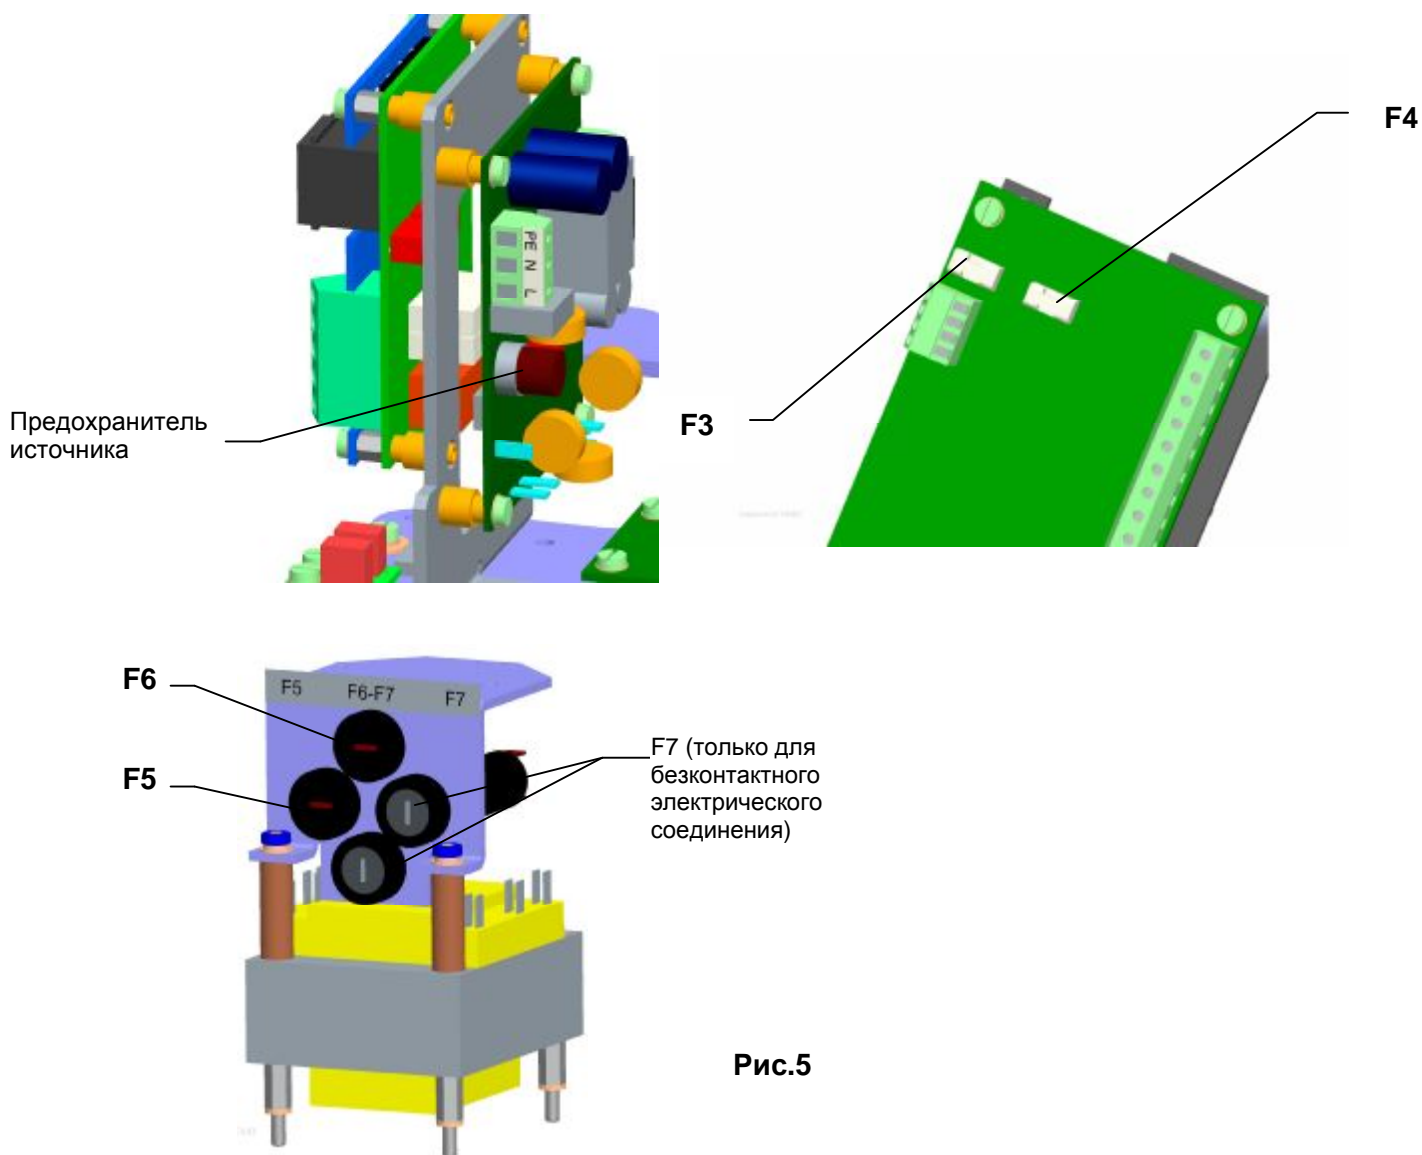

Рис.5
Доска источника ЭП оснащена предохранителями (F3 и F4) питающего источника. Установка предохранителя на доске источника указана на **Рис. 5**.
Изготовление со стойками. При помещении стоек в гнездо арматуры при помощи ключа ОК 22, насаженного на стойки (87) (рис.5а), следует стойки зафиксировать в верхней части гайкой (91) и шайбой (92).
Изготовление с фланцами – крепление при помощи болтов. ЭП с фланцем (88) (рис.5а) следует насадить на арматуру при помощи болтов и зафиксировать четырьмя гайками М12.
Изготовление с фланцами – крепление при помощи центральной гайки. ЭП с фланцем (88) (рис.5а), насадить на токопроводящую цилиндрическую часть арматуры и зафиксировать при помощи центральной гайки. Центральная гайка не является предметом поставки.
Для соединения тяги ЭП с тягой арматуры служит муфта (93) (рис.5а), которую можно вращать после ослабления крепежных винтов (94).